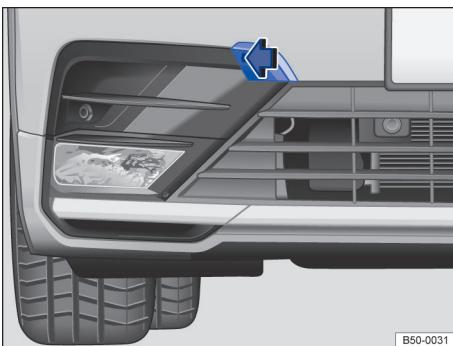

Fig. 220 No para-choque dianteiro à direita: capa de cobertura para o alojamento da argola de reboque.
- Pressionar na região lateral da cobertura (seta) para soltar o encaixe da cobertura → Fig. 220.